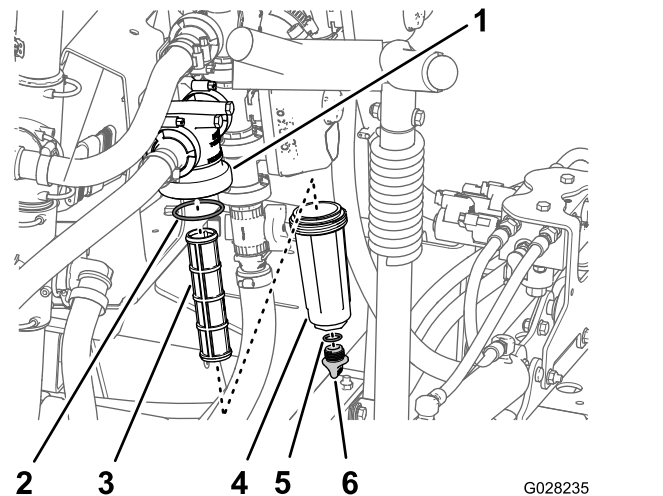

Figure 78
2. Placez un bac de vidange sous le filtre sous pression (Figure 78).
3. Tournez le bouchon de vidange dans le sens antihoraire et déposez-le de la cuvette du filtre sous pression (Figure 78).
4. Tournez la cuvette dans le sens antihoraire et déposez la tête du filtre (Figure 78).
5. Retirez l'élément du filtre sous pression usagé (Figure 78).
6. Contrôlez l'état et l'usure du joint torique du bouchon de vidange (à l'intérieur de la cuvette) et du joint torique de la cuvette (à l'intérieur de la tête du filtre) (Figure 78).
- Montez le nouvel élément filtrant dans la tête du filtre sous pression (Figure 78).
- Vissez la cuvette sur la tête du filtre à la main (Figure 78).
- Vissez le bouchon sur la cuvette à la main (Figure 78).